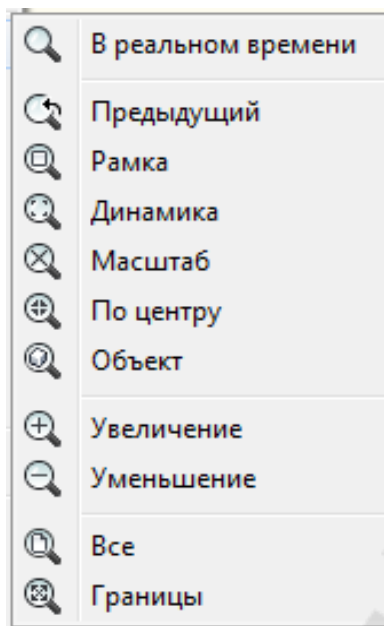

Рис. 2.3. – Зуммирование
*Команда Показать \_.ZOOM) или Вид/Зумирование* (см. рис. 2.3)